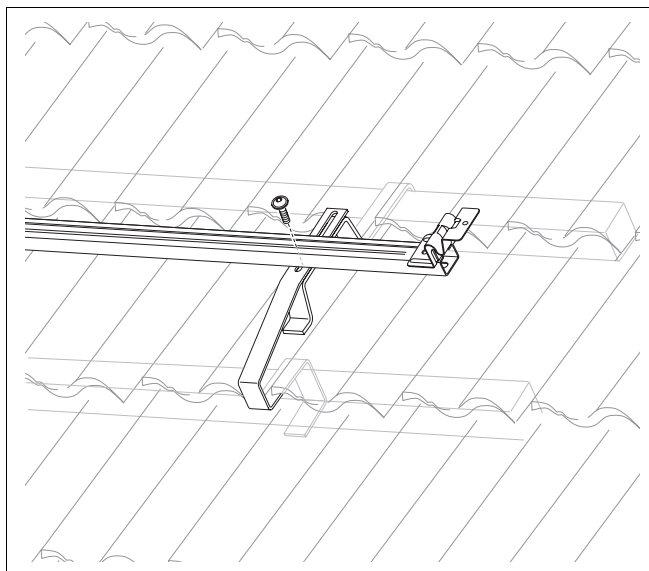

Fig. 23 Aparafusar o perfil pré-montado aos ganchos para telhado e suplementos de gancho para telhado
- ▶ Coloque os perfis previamente montados no chão sobre os ganchos de fixação para telhados montados (Fig. 23).